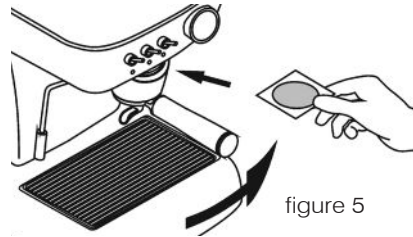

figure 5
2. Mettez en place la pastille dans le porte-filtre et tournez ce dernier délicatement vers la droite jusqu'en butée. Ne forcez pas, le blocage doit se faire en douceur. (voir fig. 5).